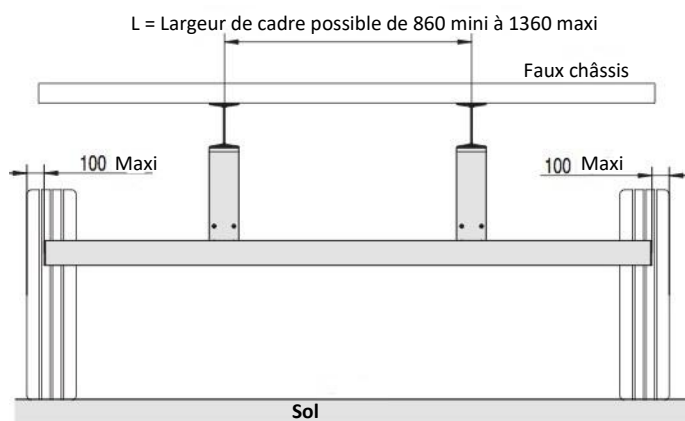

Fig.2a
- Pointer la barre en extrémité des platines de fixation après vérification de la cote 100 maxi (Fig. 2a et 2b).
Faire passer les 4 vis (1) (voir détail AA) avec 4 rondelles (2) (voir détail AA) dans les glissières de la barre, les positionner comme sur la figure ci-dessous et en respectant la symétrie pour le deuxième bras en (voir détail AA), vérifier la cote de 100 mm maxi (voir Fig. 2a et 2b), mettre en place les 4 rondelles (3) (voir détail AA) et les 4 écrous (4) (voir détail AA) et serrer au couple de $80 \text{ Nm} \pm 10\%$.